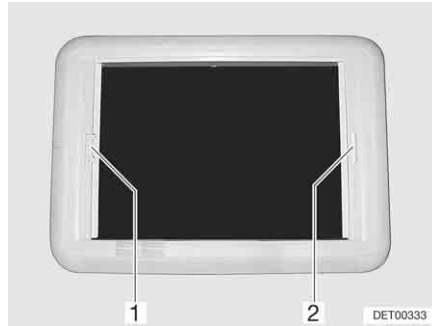

Bild 60 Heki-Dachhaube, Rollo-Verriegelung
- Verdunklungsrollo am Griff (Bild 60,2) zum gegenüberliegenden Griff des Insektenschutzrollos (Bild 60,1) ziehen und einrasten lassen.
- Mit der anderen Hand die Entriegelungsleiste am Griff des Insektenschutzrollos (Bild 60,1) in Richtung Griff drücken. Die Verriegelung wird gelöst.
- Insektenschutzrollo am Griff (Bild 60,1) zum gegenüberliegenden Griff des Verdunklungsrollos (Bild 60,2) ziehen und einrasten lassen.
- Insektenschutzrollo (Bild 60,1) am Griff festhalten und die Entriegelungsleiste in Richtung Griff drücken. Die Verriegelung wird gelöst.